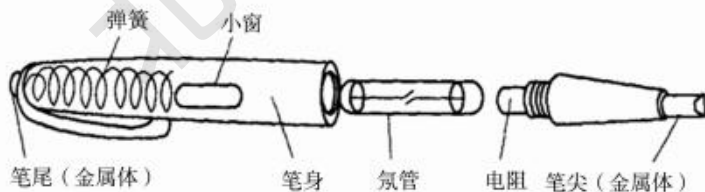

图 1-7 低压验电器的结构
(1)使用低压验电器之前,首先要检查其内部有无安全电阻、是否有损坏,有无进水或受潮,并在带电体上检查其是否可以正常发光,检查合格后方可使用。如图 1-7 所示。